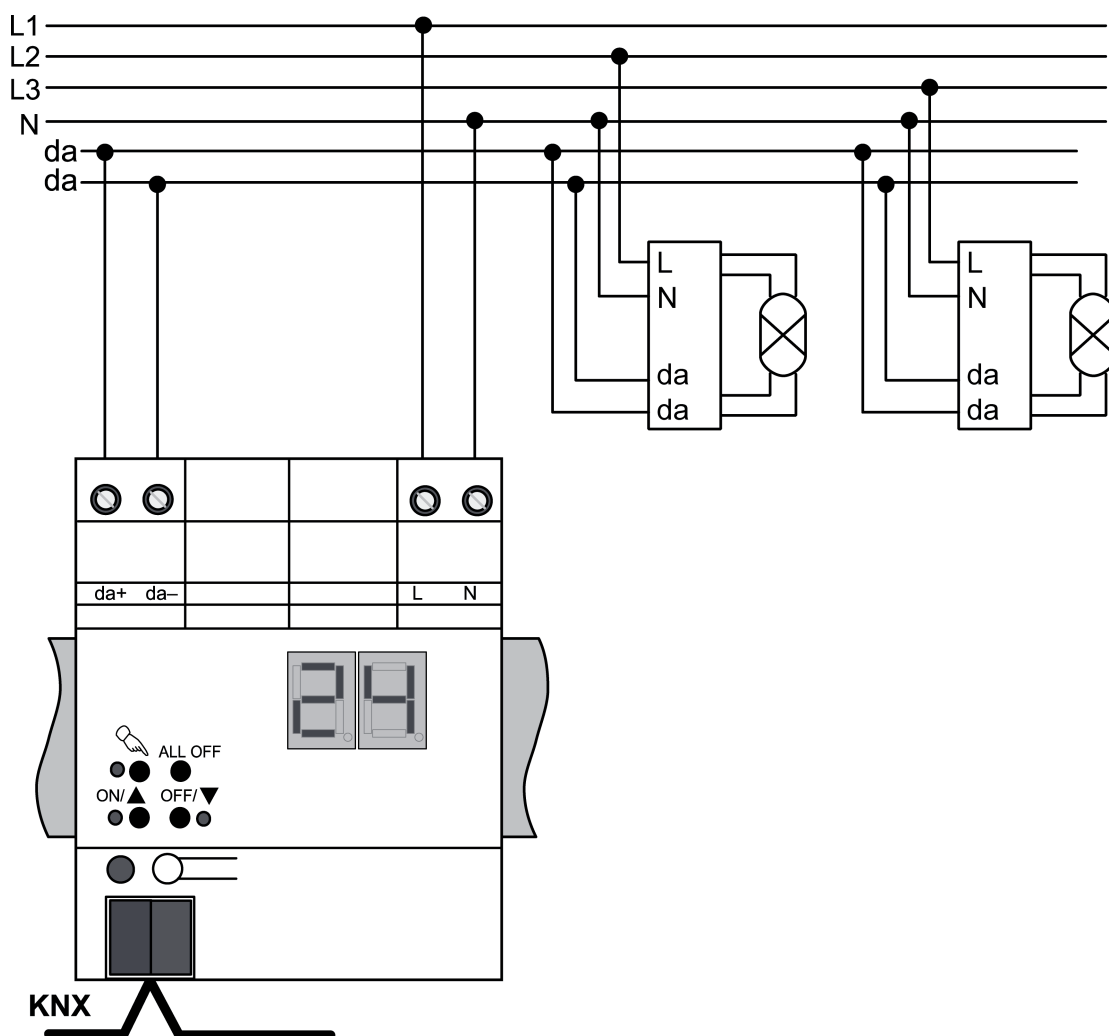

Figure 2
- Raccorder l'appareil selon l'exemple de raccordement (figure 2).